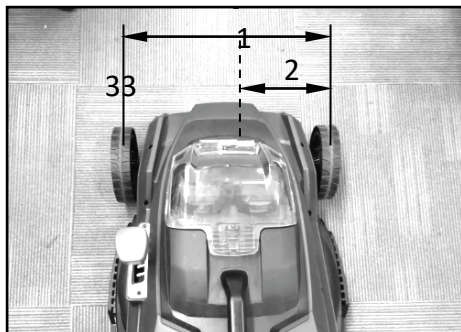

Рисунок 13. Схематичне зображення рекомендованої ширини скошування.
4. Скошування газону. Центральні лінії (3, рис. 13) передніх коліс є орієнтирами для визначення ширини косіння (1, рис. 13). Використовуючи центральні лінії, як орієнтири, рекомендовано косити смугами. Для рівномірного підстригання газону перекивати попередню смугу на половину (2, рис. 13) або третину.